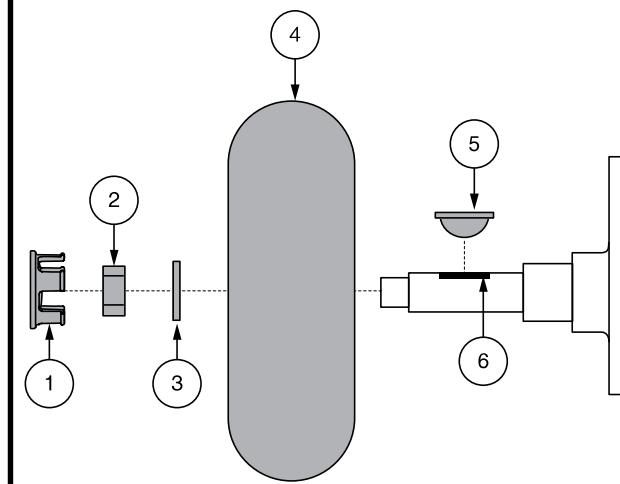

Figura 29. Rimozione dei pneumatici pieni
3. Rimuovere cappuccio, dado e rondelle dall'assale della ruota. Vedere figura 29.
4. Rimuovere il dado dalla ruota e la rondella dal perno. **Vedere figura 29.**